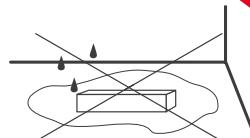

Рис. 3. Не устанавливать источник в местах скопления воды
- 4.8. Не размещайте источник в местах и нишах, где может скапливаться вода. Нахождение источника в воде (лужа, таящий снег) вызывает разрушающие электрохимические процессы (рис. 3).